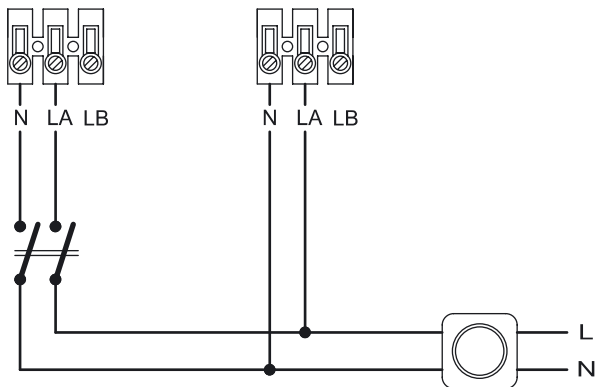

Fig.6
- Conexión a un regulador de velocidad fig.6.